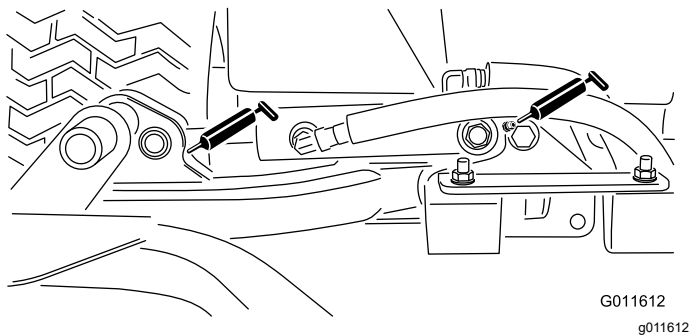

Figura 42
- Cilindros do braço de elevação da unidade de corte (2 cada) – Figura 42
- Articulações do braço de elevação (1 cada) – Figura 42